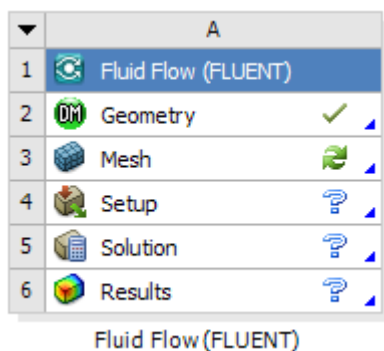

Рис. 11 - Состояние проекта при возвращении в окно *Workbench*
**Шаг 7.** После окончания построения модели можно закрыть *Design Modeler* и вернуться в *WorkBench*. При этом сохранение модели будет выполнено автоматически и в строке геометрической модели (*Geometry*) появится зелёная галочка, означающая завершённое состояние элемента (рис. 11). При этом в строке сетки (*Mesh*) отображаются знак , что означает, что входная информация данного блока изменилась и требуется обновление. Чтобы открыть сеткогенератор, достаточно дважды щёлкнуть левой кнопкой мыши по данному пункту. При этом произойдет автоматическая загрузка в сеткогенератор рассматриваемой геометрической модели.